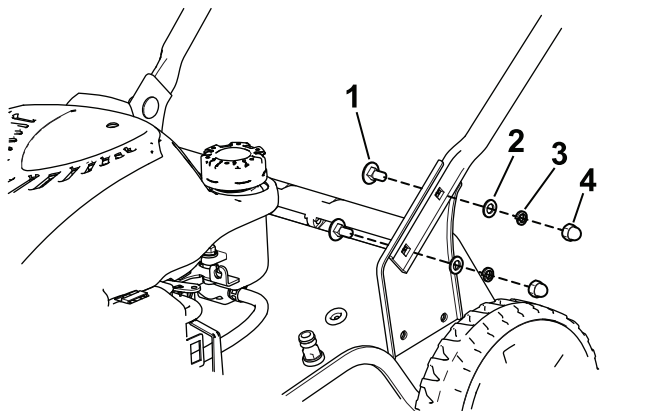

Figure 3
- Fixez la partie inférieure du guidon au carter de la tondeuse à l'aide de 4 boulons, 4 rondelles plates, 4 rondelles fendues et 4 écrous (Figure 3).